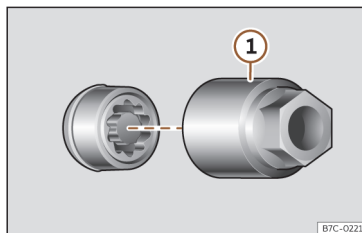

Fig. 242 Parafuso antirroubo com capa de proteção e adaptador.
- Encaixe o adaptador especial >>> **Fig. 242** ① (ferramenta de bordo >>> Página 334) no parafuso antirroubo da roda até ao limite.